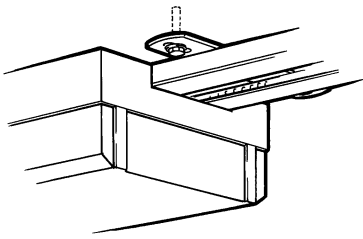

Abb. 1
- Abbildung 1 : Direktmontage an die Decke